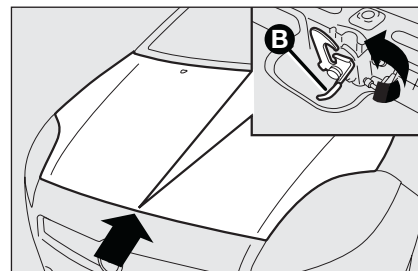

fig. 97
- ☐ tirare la levetta **B-fig. 97** e sollevare il cofano.